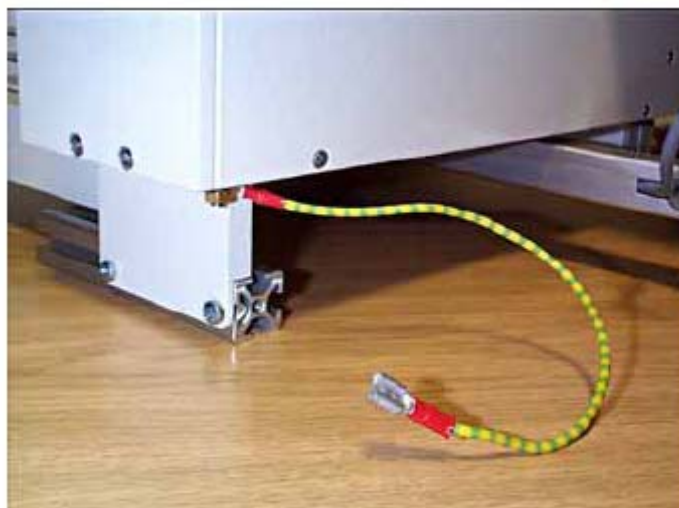

图92 地线
5. 将地线（绿/黄）连接至测试仪，把地线的接口插入测试仪的扁型接口。(图 92)